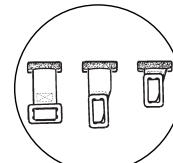
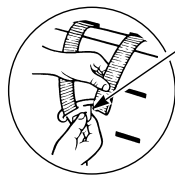

Fig 5b
Fig 5
- Se proveen tres pares de ranuras para poder ajustar las correas de los hombros a medida que el niño crece (Fig. 5). Deberá seleccionarse el par de ranuras correcto de forma que cuando el niño se halle sentado en el Asiento de Seguridad para Niños, las correas de los hombros estén acopladas a la misma altura o ligeramente por encima de los hombros del niño. La posición de estas correas deberá ajustarse a medida que crece el niño. Si se precisa cambiar las correas de los hombros de un par de ranuras a otro, los manguitos del arnés deberán moverse también hasta el mismo par de ranuras. Ajustar como sigue: Quitar la cobertura de la parte superior del cuerpo del asiento. Quitar las correas de la horquilla (Fig. 6). Tirar de la correa de los hombros a través de la ranura existente desde el interior del asiento a la parte delantera del Asiento de Seguridad para Niños y fuera de los manguitos del arnés. A continuación, quitar los manguitos del arnés sujetando al mismo tiempo una de las correas de metal del arnés que sujetan el manguito del arnés y retorciéndola de forma que un borde delgado pase primero a través de la ranura. Empujar la corredera hacia el frente del Asiento de Seguridad para Niños (Fig. 6B).
- Abbrir la hebilla y retirarla del asiento pasando el retenedor de metal que está montado al extremo de la correa de cruce, a través de la ranura de la base del asiento y también a través de la ranura de la cobertura. Acto seguido, pasar cada correa del arnés a través de la ranura del cuerpo y de la cobertura, tras haber quitado de la horquilla al otro extremo (Fig. 5). Quitar los manguitos del arnés haciéndolos pasar con cuidado por su ranuras (Fig. 5B). Soltar los bucles elásticos de retención situados en la parte inferior trasera del cuerpo del asiento de plástico. A continuación, separar la cobertura del borde del asiento y de la placa cuadrada de posicionamiento, situada junto al ajustador del arnés (Fig. 1).